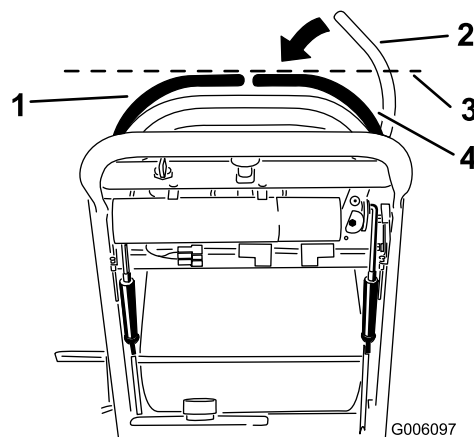

Figura 42
3. Spingete la leva destra di controllo del movimento verso il basso togliendola dalla posizione di blocco in folle (Figura 42).
4. Controllate che si allinei orizzontalmente con la leva sinistra di controllo del movimento (Figura 42).